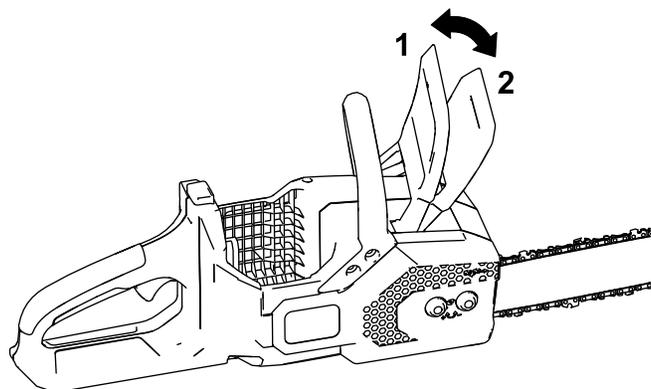

図 25
1. チェンブレイキを停止位置まで前方に動かしてチェンブレイキを作動させます 図 25。
4. チェンブレイキを作動位置まで後方に動かしてチェンブレイキを解除します 図 25。
4. チェーンブレーキが作動位置にあることを確認する 図 25。